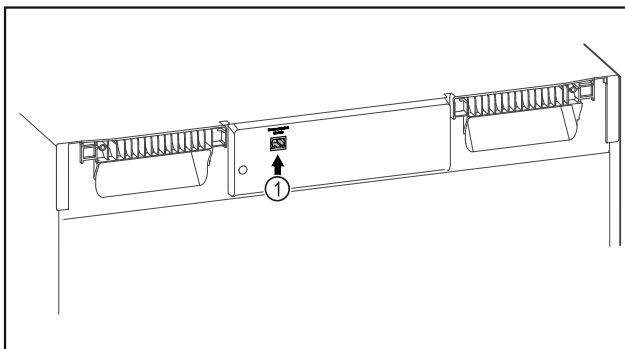

Fig. 112
- SmartModule Fig. 112 (1) se rabi.